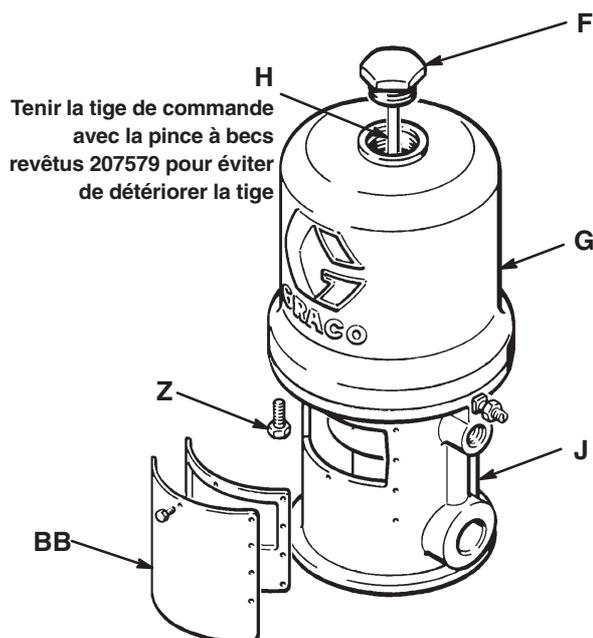

Fig. 2
3. Pousser manuellement la tige de piston vers le haut pour faire aller le piston en fin de course supérieure. Dévisser l'écrou borgne du cylindre (F) et le sortir du cylindre (G) en le tirant vers le haut. Saisir la tige de commande (H) avec la pince à becs revêtus 207579 et dévisser l'écrou borgne pour le faire sortir de la tige. Voir Fig. 2.
4. Retirer les huit vis (Z) fixant le cylindre (G) sur l'embase (J). Soulever le cylindre avec précaution *verticalement* pour le dégager du piston. Voir Fig. 2.